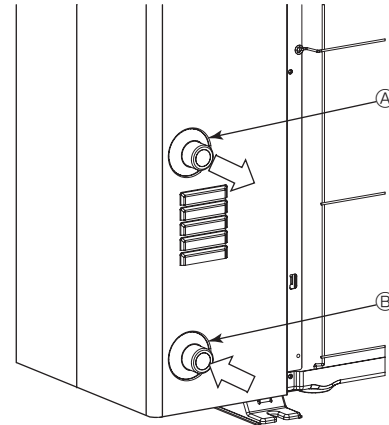

Fig. 5-1
### 5.1. Anslutning av vattenrör (Fig.5-1)
- Utlopps- och inloppsrorens placering visas i Fig.5-1.
[Fig. 5-1]